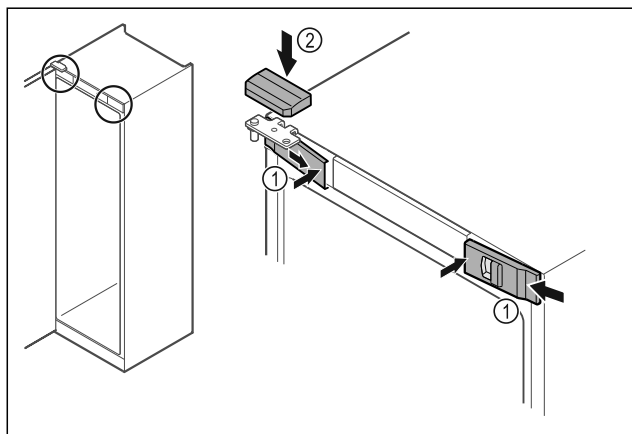

Fig. 55
- ▶ 从侧部挂入前盖板 Fig. 55 (1) 并从内部将其卡紧。
- ▶ 从上方卡紧上盖板 Fig. 55 (2)。